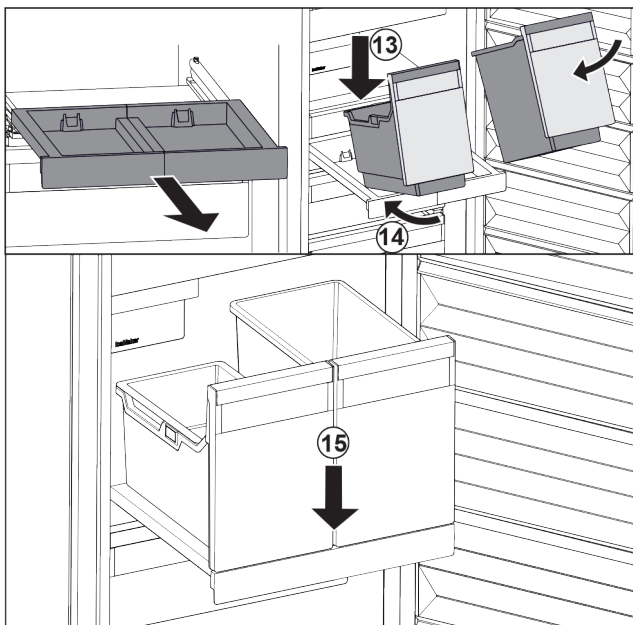

Fig. 200
- ▶ Наклоняя вниз, установите контейнеры на выдвижную панель. Fig. 200 (13)
- ▶ Вставьте контейнеры, наклоняя вниз, назад. Fig. 200 (14)
- ▶ Снимите контейнеры спереди. Fig. 200 (15)